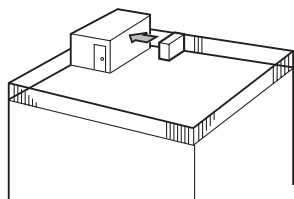

Fig. 2-3
- Richten Sie die Luftaustrittsöffnung mit einem Abstand von etwa 50 cm auf die nächstgelegene Wand aus. (Fig. 2-3)